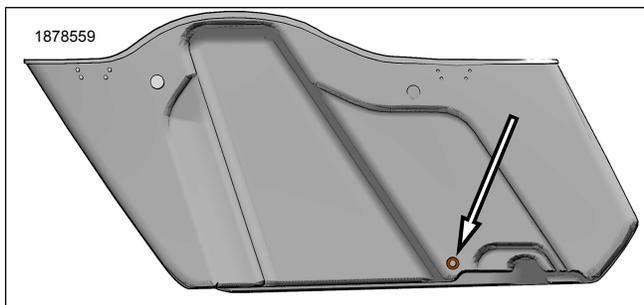

Figure 4. Emplacement de perçage du trou inférieur de la sacoche
2. Voir la Figure 4. Percez le passage du fil de sacoche inférieur.